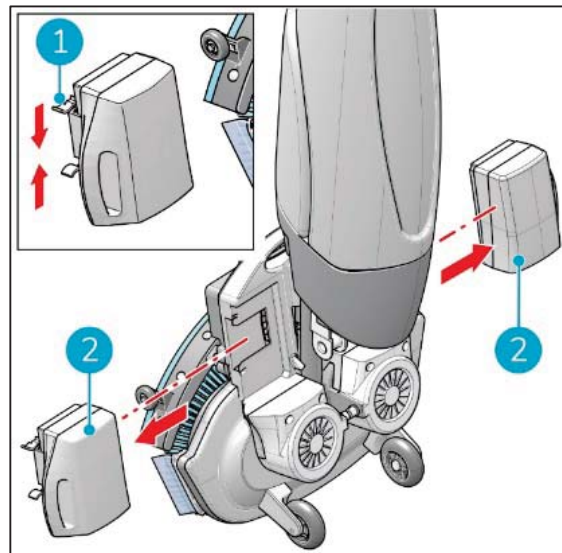

Figure 23
3. Tout en poussant les deux broches en plastique vers l'intérieur (Figure 23, pos 1), retirez chaque bloc-batterie (Figure 23, pos 2).